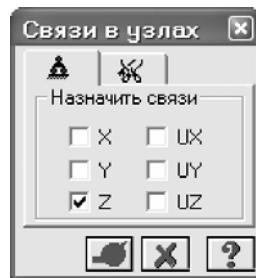

Рис.7.10. Диалоговое окно Связи в узлах
- С помощью пункта меню **Схема** ⇒ **Связи** (кнопка  на панели инструментов) вызовите диалоговое окно **Связи в узлах** (рис.7.10).
- В этом окне, с помощью установки флајков, отметьте направления, по которым запрещены перемещения узлов (Z).